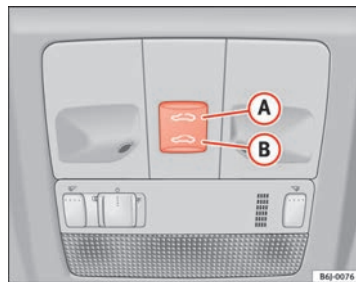

Fig. 54 Toit ouvrant/relevable
- Appuyez et maintenez le bouton **(B)** ⇒ fig. 54 ⇒ **(A)** appuyé, le toit se ferme alors jusqu'à ce que le bouton soit relâché.